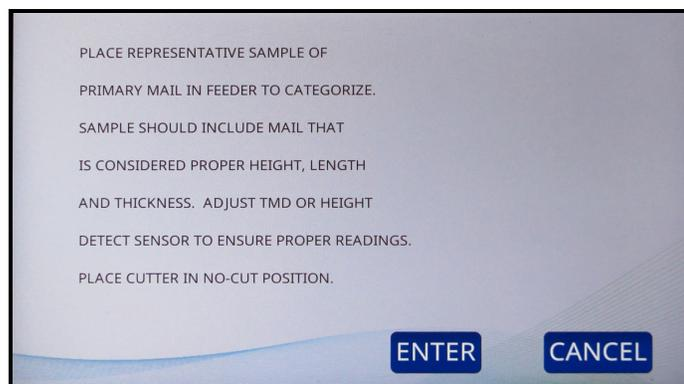

Abbildung 6-23: Aufforderung des Sortierassistenten
7. Als Nächstes werden Sie aufgefordert, eine Probe Ihrer Primärpost auf den Einzug zu legen, die Positionen des Dickenmessgeräts und des Höhensensors einzustellen und die Fräsvorrichtung in die Position „Kein Schnitt“ zu bringen (Abbildung 6-23). Dieser primäre Probendurchgang erfasst die für Ihr Sortierschema ausgewählten Werte. Die Anzahl der Probestücke Ihrer Primärpost sollte mindestens 10–20 Stück betragen.